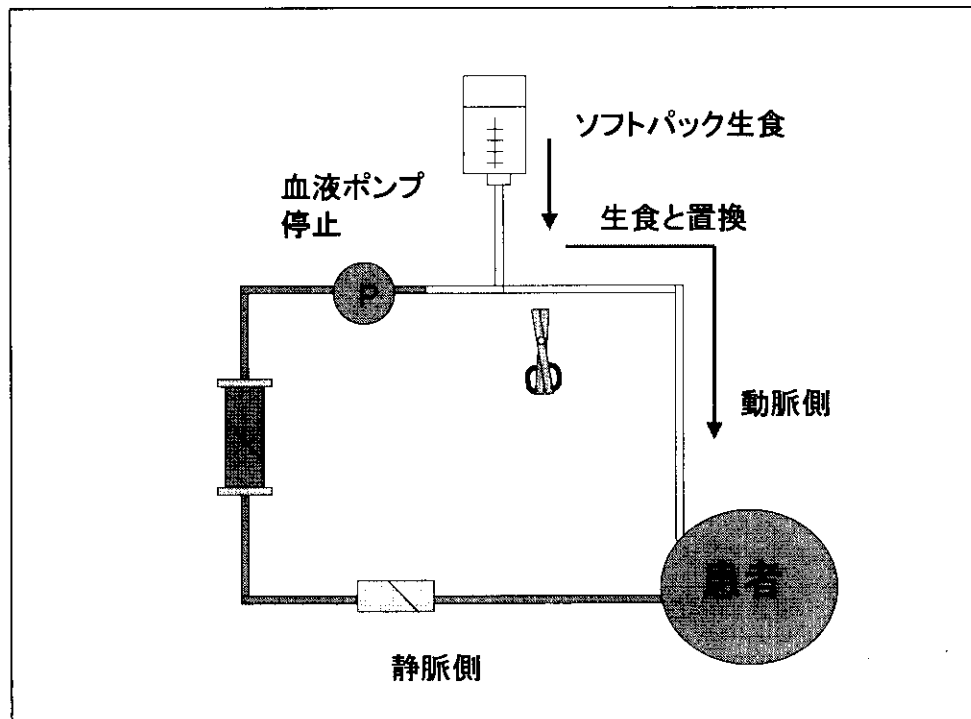
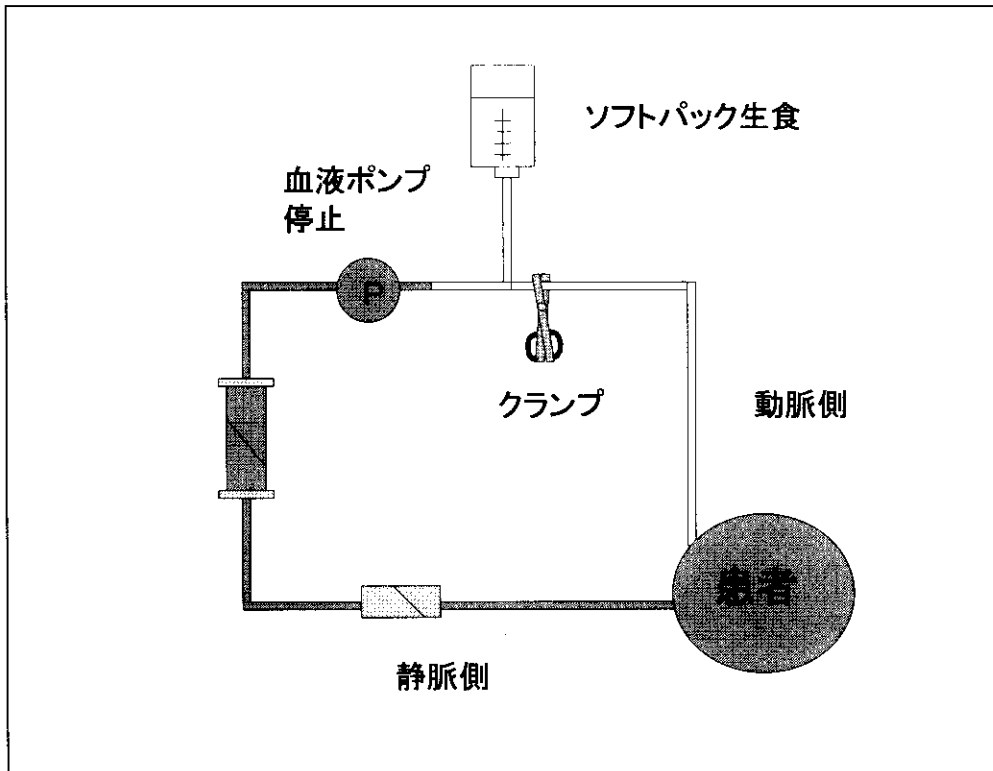

図10 生食の落差を利用した生食置換返血法③
図 11 生食の落差を利用した生食置換返血法④
- ・ 血液ポンプを止め，補液ラインから動脈側穿刺針方向に自然落差で生食を送り，血液を生食と置換し (図 10)，穿刺針側の回路を鉗子でクランプする (図 11)。(動脈側の圧力が強く自然落差で置換できない場合にはソフトパック生食を手で握り圧力をかける。)